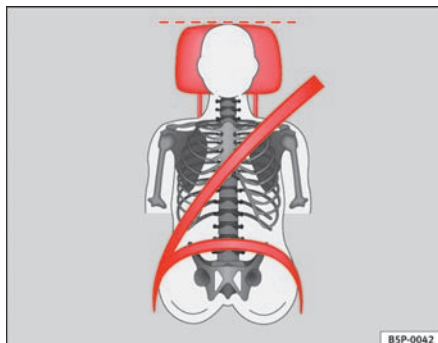
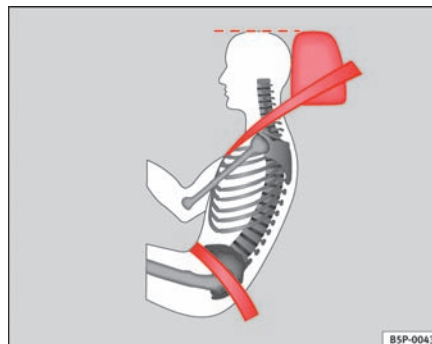

Fig. 89 Set forfra: Hovedstøtten er indstillet korrekt, og sikkerheds-selen er placeret rigtigt.
Fig. 90 Set fra siden: Hovedstøtten er indstillet korrekt, og sikkerheds-selen er placeret rigtigt.
- Indstil hovedstøtterne således, at hovedstøttens øverste kant er på højde med den øverste del af dit hoved eller mindst i øjenhøjde ⇒ fig. 89 og ⇒ fig. 90.